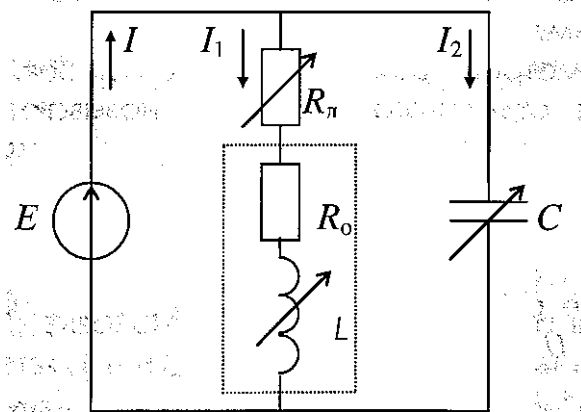

Рис. 8.1
- Эквивалентная схема исследуемой цепи (рис. 8.1). В схеме действует источник синусоидальной ЭДС с постоянной частотой  $f = 50$  Гц.
Для схемы рис. 8.1 условие резонанса имеет вид:
Расчет токов в схеме рис. 8.1 целесообразно выполнить в комплексной